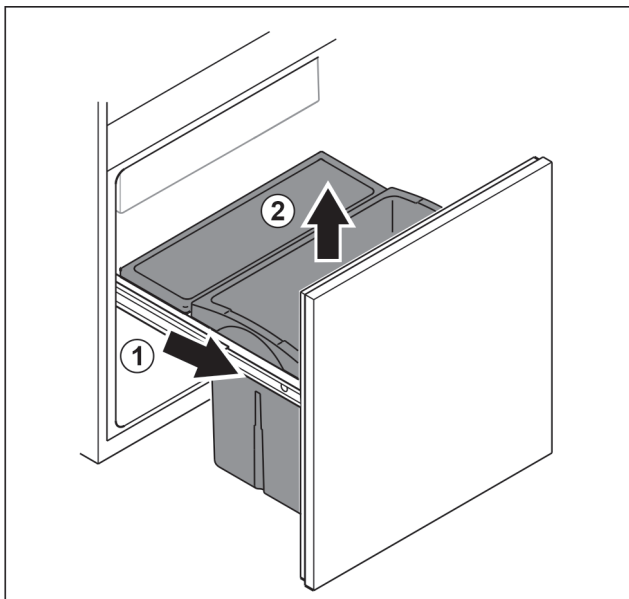

Fig. 97
- ▶ Scoateți căruciorul de extragere până la opritor. Fig. 97 (1)
- ▶ Scoateți sertarul în sus. Fig. 97 (2)